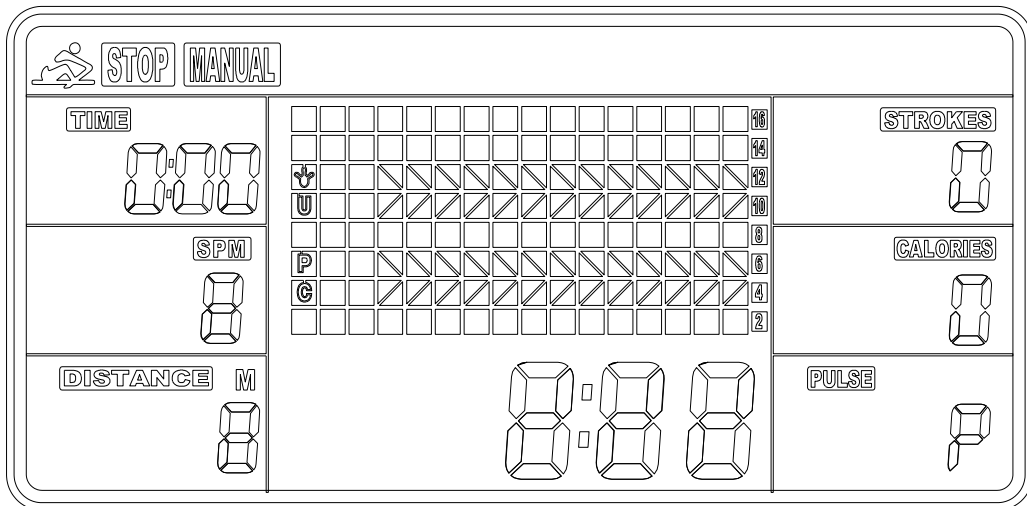

Abb. 4
(1) MANUAL (Abb. 4): Im MANUAL-Modus gibt es zwei Möglichkeiten: